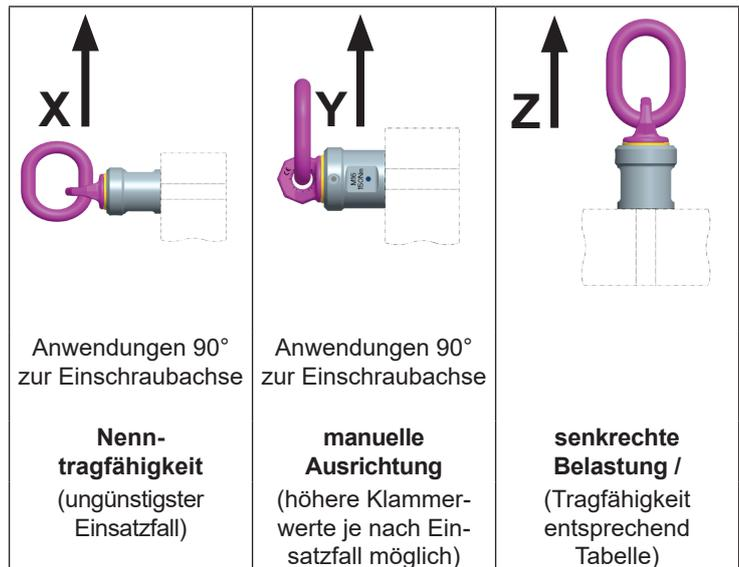

Abb. 9: Belastungsrichtungen
- Auf dem Bauteil ist die Nenntragfähigkeit angegeben. Die Nenntragfähigkeit entspricht dem ungünstigsten möglichen Einsatzfall (siehe *Abb. 9 – Bild X*).
- Beim Drehen unter 90° zur Einschraubachse (*Abb. 9 Bild X und Y*) ist die Tragfähigkeit je VWBM auf die Nenntragfähigkeit begrenzt.
- Bei manuell ausgerichteter Aufhängeöse/ Aufhängeglied (siehe *Abb. 9 - Bild Y*) können die höheren (-)Werte aus *Tabelle 3* angesetzt werden, wenn nicht gedreht oder gewendet wird.
Wird der VWBM ausschließlich senkrecht belastet (in Axial-Richtung des Gewindes, siehe *Abb. 9 - Bild Z*), können die entsprechenden Tragfähigkeitswerte aus *Tabelle 3* (Neigungswinkel 0°) angesetzt werden.
Eine Dauer-Drehbewegung unter Last ist jedoch in keiner Belastungsrichtung (Abb. 9) zulässig.
- Beim Drehen unter 90° zur Einschraubachse (Abb. 9 Bilder X und Y) ist die Tragfähigkeit je VVBM auf die Nenntagfähigkeit begrenzt (Tabelle 3: Spalten mit Neigungswinkel 90°).
- Beim Drehen unter 90° zur Einschraubachse ist die erhöhte Tragfähigkeit „Y“ **nicht** zulässig (Abb. 9 – Bild Y / Klammerwert in Tabelle 3).
- Beim Drehen ausschließlich senkrecht zur Einschraubachse (Abb. 9 – Bild Z) können die entsprechenden Tragfähigkeitswerte aus Tabelle 3 (Neigungswinkel 0°) angesetzt werden.